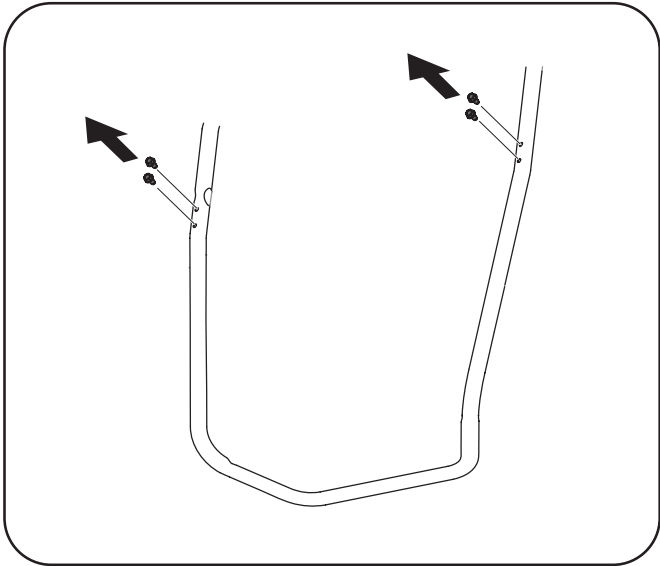

Figure 3-6
- Enlevez les quatre vis à rondelle hex. qui se trouvent sur l'arrière du guidon (deux de chaque côté). Voir la Fig. 3-6.